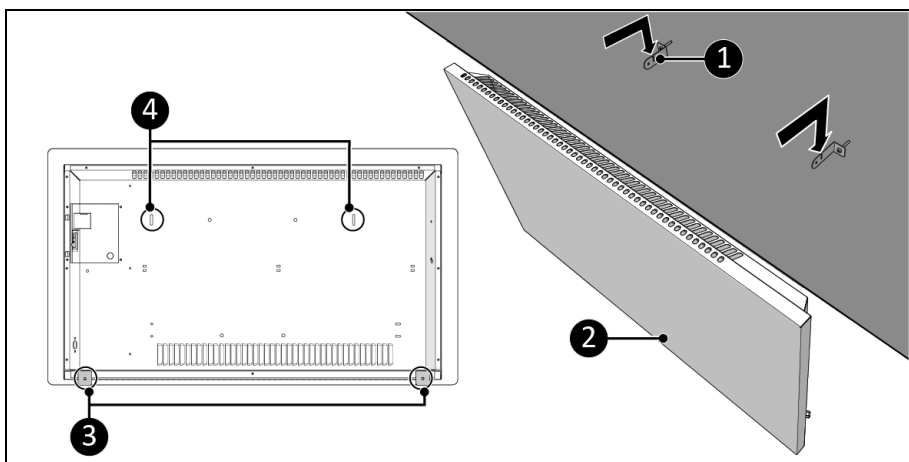

Figura 12
9. Așezați găurile suportului (Figura 12, poz. 4) peste suporturile de perete (Figura 12, poz. 1).
10. Lăsați dispozitivul (Figura 12, poz. 2) să gliseze în orificiile suporturilor de perete (Figura 12, poz. 1).
11. Utilizați suporturile dispozitivului (Figura 12, poz. 3) pentru a marca poziția găurii din partea de jos pe perete.
12. Scoateți dispozitivul de pe suporturile de perete (Figura 12, poz. 1).